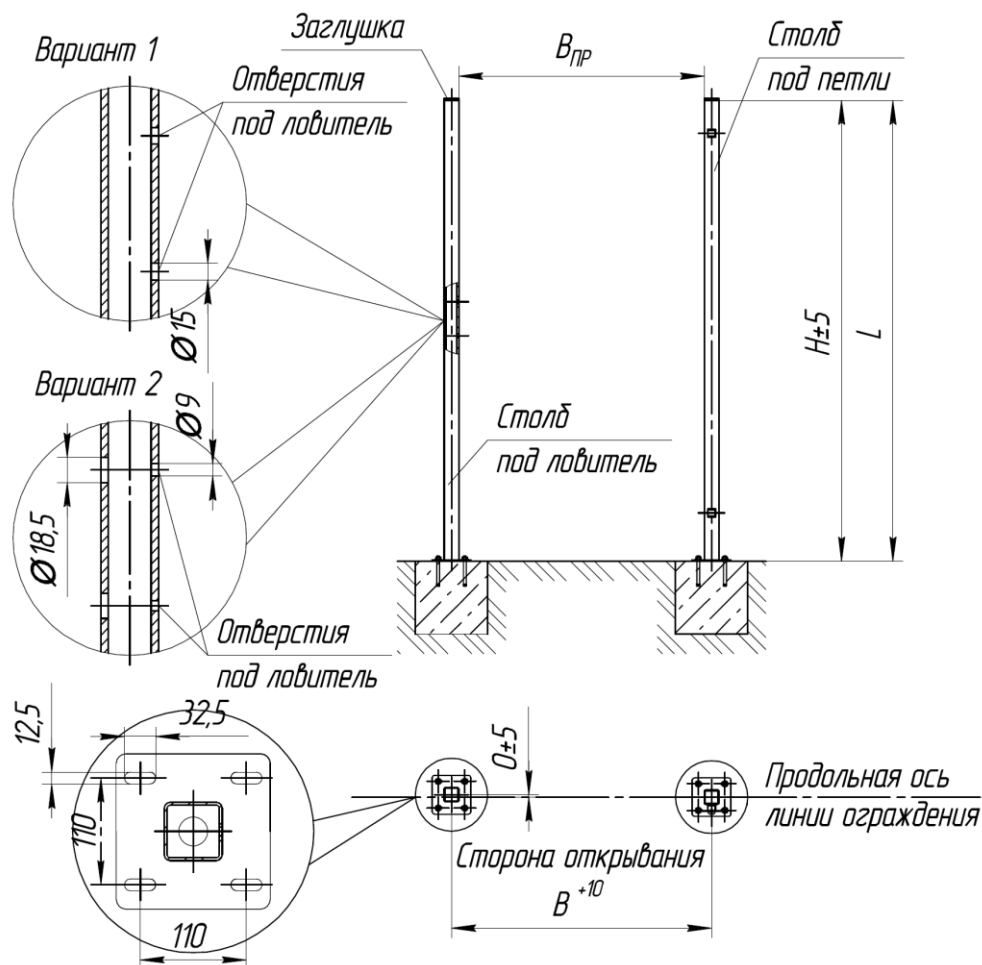

Рис. 2. Установка столбов
4.3.1.1. Установить столбы в проектное положение, учитывая вид створки калитки (левая или правая), при этом столб под петли развернуть местами установки откидных болтов в сторону открывания створки калитки (внутри охраняемой территории или наружу), а столб под ловитель развернуть отверстиями для крепления ловителя в сторону створки калитки (рис. 2).
ВНИМАНИЕ! При установке столбов выдержать расстояние Впр в соответствии с таблицей 2 и рис. 2.